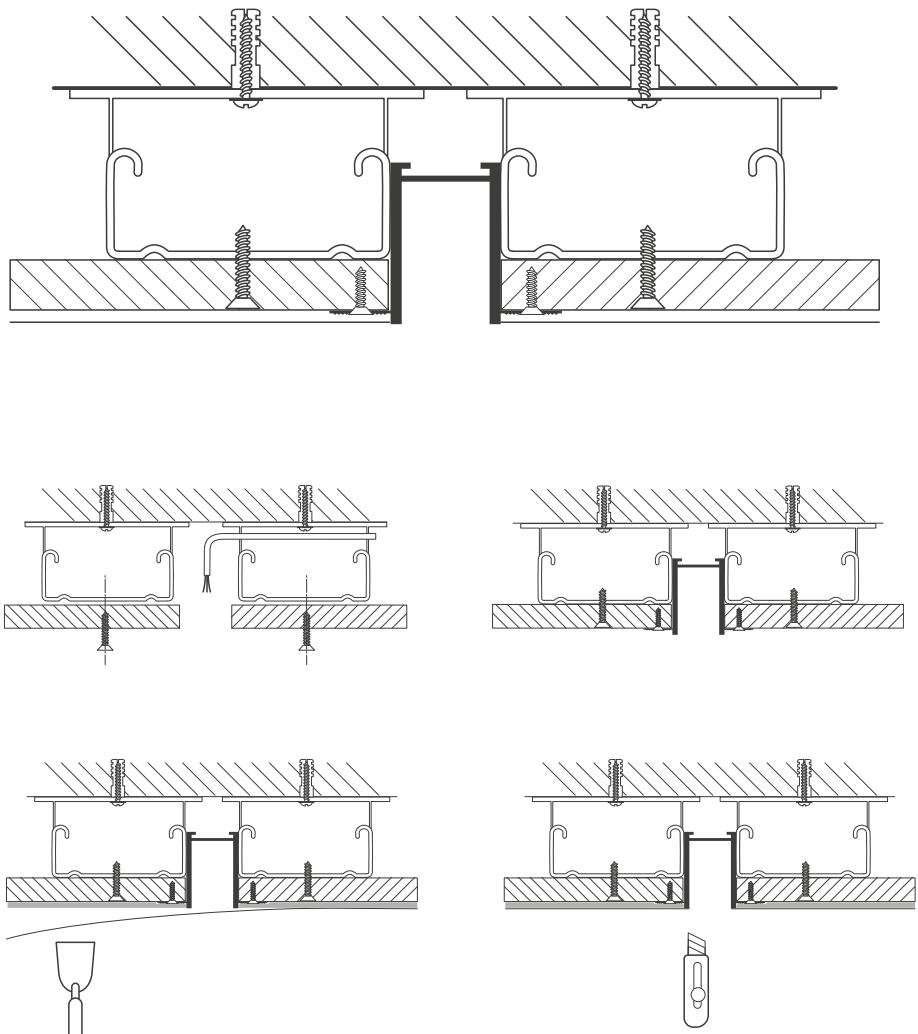

Рис. 2. Схема установки шинопровода
- 3.1. Подготовьте в монтажной поверхности ниши по размерам, указанным в таблице 2.1 (здесь и далее см. рис. 2).